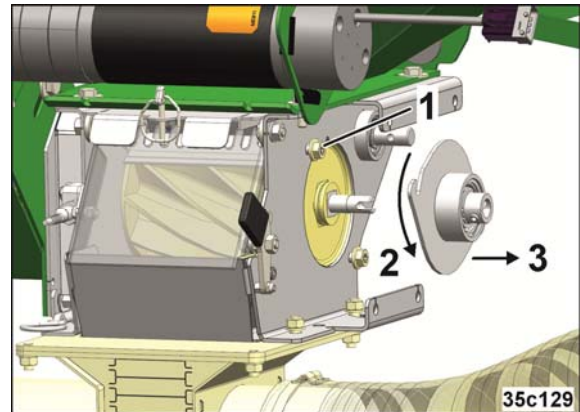

Fig. 48
5. Desserrer deux écrous (Fig. 48/1) à l'aide de la poignée encliquetable (voir Fig. 10/2) mais ne les dévissez pas.
6. Tourner le couvercle de palier (Fig. 48/2) et l'enlever (Fig. 48/3).